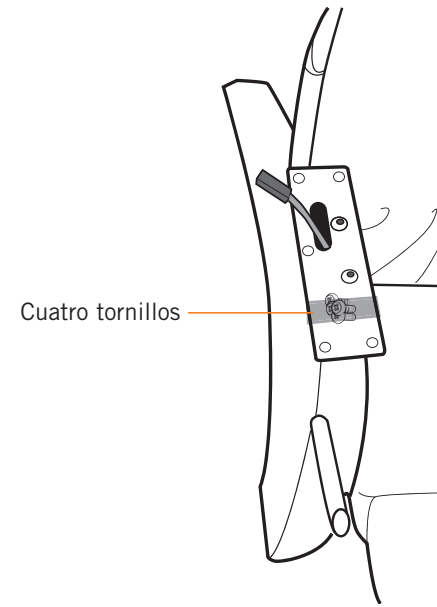

Fig.5
1. Retire los cuatro tornillos enroscados en la parte superior del apoyabrazos derecho (Fig.5).